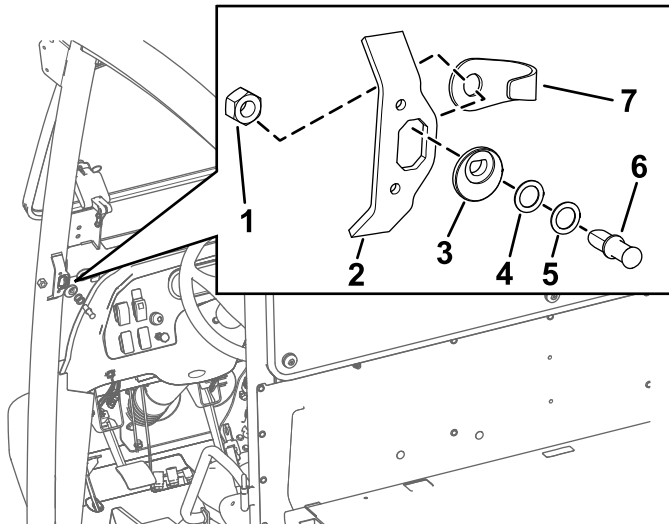

图 3
2. 将门锁销凸轮与如图 3 所示位置中的门锁撞板上的开口对齐。
3. 将门锁销最初不带垫圈插入门锁销凸轮图 3。
5. 将门锁销与门锁撞板开口背面的锁紧螺母对齐图 3。
6. 用手将锁紧螺母拧紧到门锁销上图 3。